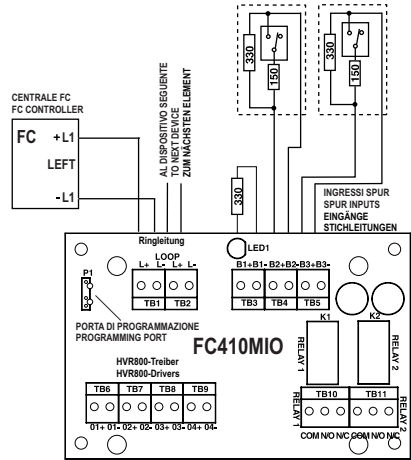
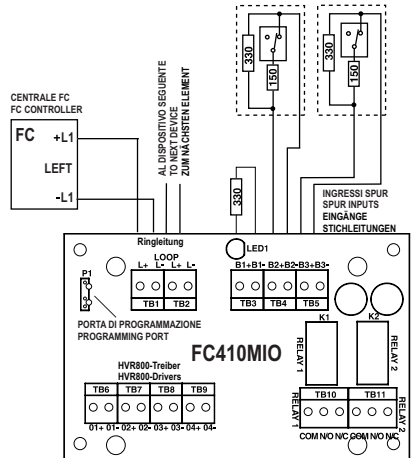

Abb. 3: Stichelungen Schließer-Kontakte; Störung bei Kurzschluss
Abb. 4: Stichelungen Öffner-Kontakte; Störung bei Kurzschluss
- 4 Die Abb. 3 und Abb. 4 zeigen typische Verdrahtungsbeispiele für das FC410MIO.
Siehe hierzu Abb. 3 und Abb. 4.
Hinweise zu Abb. 3:
Hinweise zu Abb. 4: